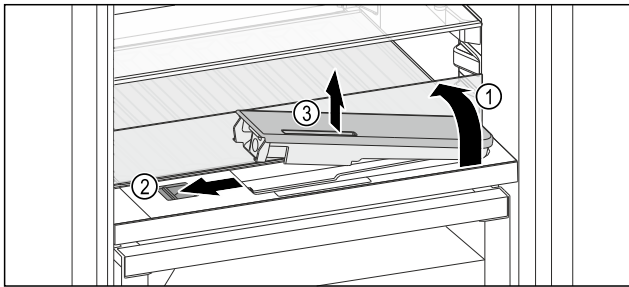

Fig. 118
- ▶ Поднять стеклянную панель и откинуть до упора назад Fig. 118 (1).
- ▶ Сдвиньте ползунок Fig. 118 (2) влево.
- ▶ Вынуть бак для воды Fig. 118 (3).